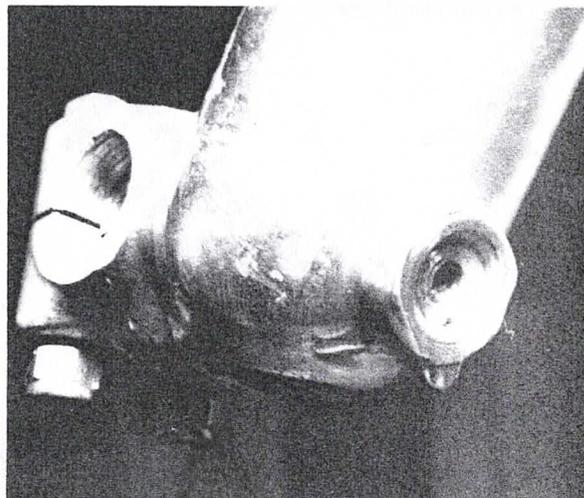

Bild 141
- Die oberen Abschlusschrauben aus jedem Gabelrohr ausschrauben (Bild 135), die Ölablassschrauben abnehmen und das Dämpferöl ausfliessen lassen (Bild 141). Falls über dem Lenkkopf ein Geschwindigkeitsmesser eingebaut ist, wird dessen Halter mit der Verschlusschraube des linken Gabelrohres befestigt. Die abgesetzten Distanzringe unter den Verschlusschrauben herausnehmen, wo solche vorhanden sind (Bild 138). Die Klemmschrauben der oberen und unteren Gabelbrücke lockern und ein Gabelrohr nach dem anderen als Ganzes aus den Gabelbrücken herausziehen (Bilder 136, 137, 140). Falls die Gabelbrücken zu fest klemmen, kann die Fuge durch Einführen eines kräftigen Schraubendrehers etwas gespreizt werden. Die Gabelrohre beiseitelegen, damit sie einzeln zerlegt werden können.